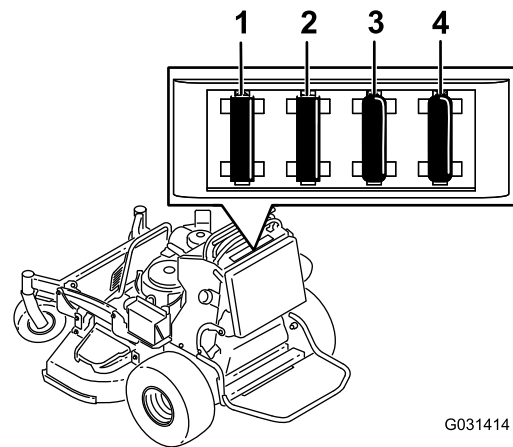

Figura 51
2. Tire hacia fuera del fusible para retirarlo o cambiarlo (Figura 51).
Nota: Asegúrese de que instalar un fusible del tamaño correcto (Figura 51).